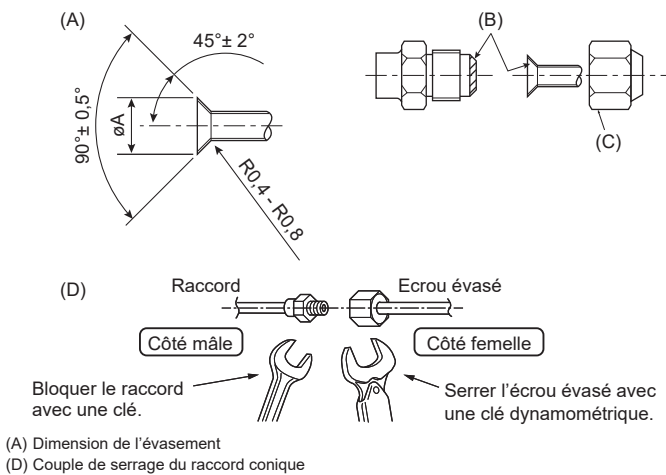

Fig. 4-1
(A)(Fig. 4-1)
(D)(Fig. 4-1)
4.2. Connexion des tuyaux (Fig. 4-1)
- Appliquer un film mince d'huile réfrigérante sur la surface du tuyau et du support du joint avant de serrer l'écrou évasé. (A)
- Utiliser 2 clés pour serrer les connexions des tuyaux. (D)
- Appliquer de l'huile réfrigérante sur toute la surface évasée du fond. (B)
- Utiliser les écrous évasés correspondant aux tailles de tuyaux suivantes. (C)